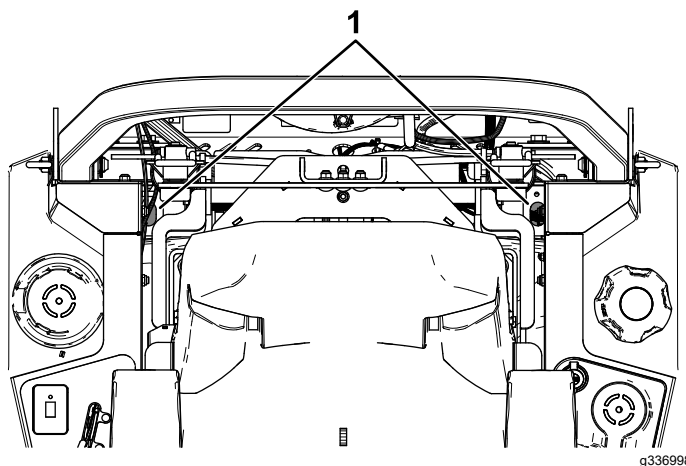

Figura 72
4. Folosind o extensie și o cheie de 7/16", accesați dopul orificiului de ventilație din partea superioară a mainii prin orificiile de lângă suporturile barei antiruliu (Figura 72).